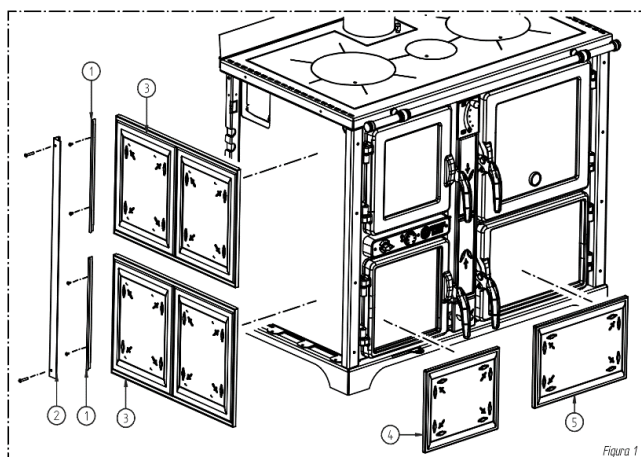

Figura 1
- Procedere dapprima al fissaggio delle ceramiche frontali (4) e (5) nelle apposite sedi (vedi figura 1). E' consigliabile effettuare quest'operazione smontando le portine stesse. Sgrassare ed asciugare sia la sede che la ceramica e fissare la stessa al supporto attraverso il silicone termico in dotazione. Prima di rimontare le portine al prodotto è necessario attendere almeno 24 ore.
- Procedere al montaggio delle ceramiche (6) smontando per prima cosa il pomello nero del flap regolazione fumi e staccando poi il supporto ceramiche centrale (8) tirandolo con forza verso l'esterno; in seguito procedere attraverso l'uso della viteria (7) al fissaggio delle ceramiche (6) sul supporto (8)
- Fissare il supporto (8) completo di ceramiche al prodotto.
- Smontare i profili (2) e (1) e procedere al montaggio delle ceramiche laterali (3).
- Fissare le ceramiche deformando le alette indicate, assemblare i profili (1) e fissare ora i profili estetici (2).